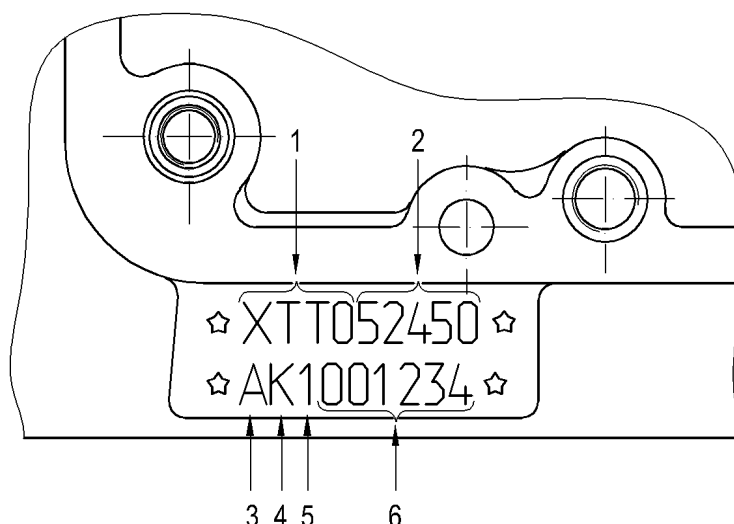

Рис.9. Идентификационный номер двигателя:
2. На блоке цилиндров ударным способом наносится идентификационный номер двигателя согласно рис.9. Идентификационный номер двигателя выбит в две строчки на необработанной поверхности площадки, расположенной с правой стороны блока цилиндров в верхней его части у переднего торца (рис.1).